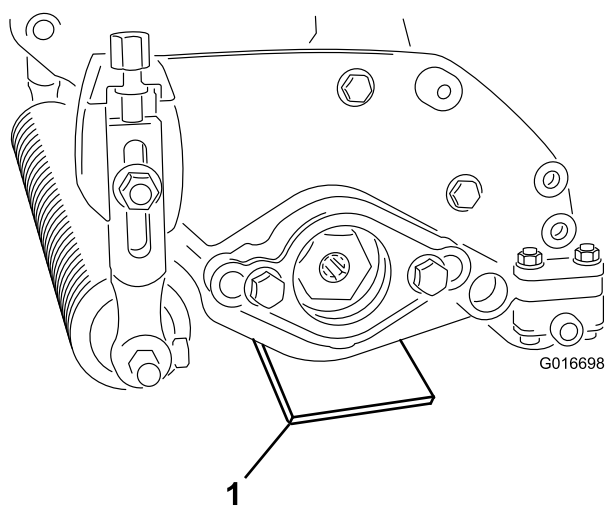

Figure 8
2. Placez un gabarit, qui a la hauteur de lame voulue au-dessus du sol, sous chaque extrémité du défateur (Figure 8).